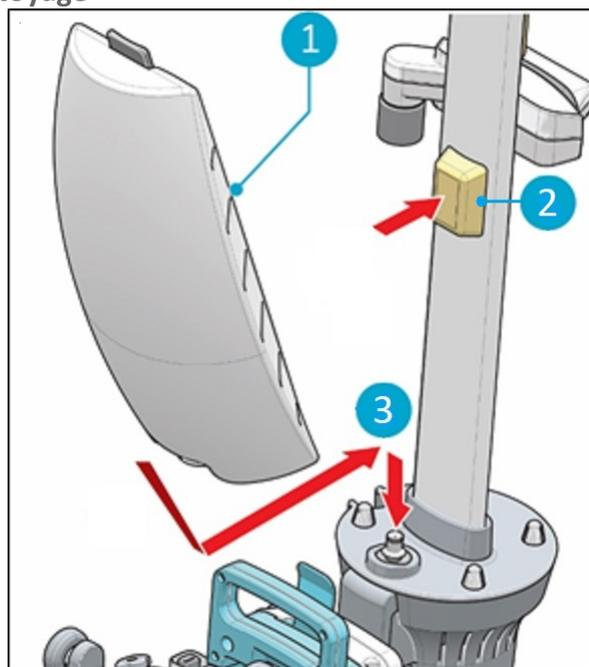

Figure 11
1. Placez le réservoir (Figure 11, pos 1) sur l'i-mop® Lite avec la valve en premier.
2. Appuyez le réservoir vers le bas sur l'embout (Figure 11, pos 3) pour briser le joint de la valve.
3. Poussez le réservoir en place, l'aimant (Figure 11, pos 2) verrouille le réservoir de solution en place.